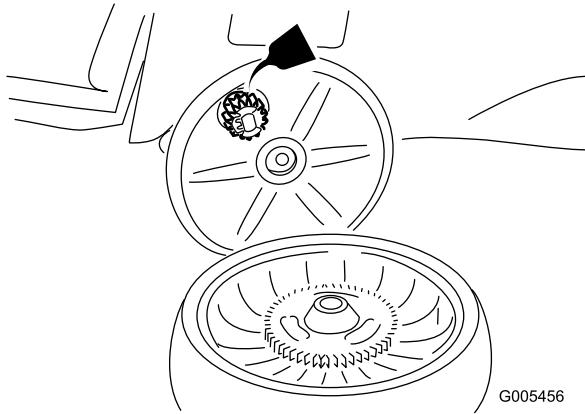

Figura 28
- Aplique aceite lubricante a los engranajes según se indica (Figura 28).